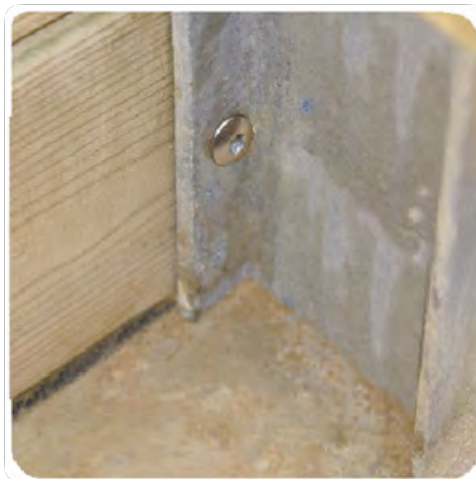

Figure 11 – Verrouillage des madriers sur les jambes de force
- Sur les 4 jambes de force (celles-ci sont pré percées, comme montré à la **Figure 11**) à l'aide de 36 vis peinture torx 6 x 30 en inox a2 torx (sachet d).